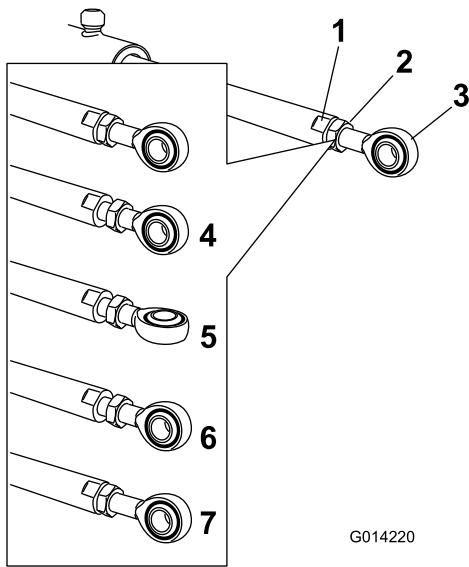

図 119
- アクチュエータロッドの平らな部分にレンチを当ててロッドを保持しながらジャムナットをゆるめる 図 119。